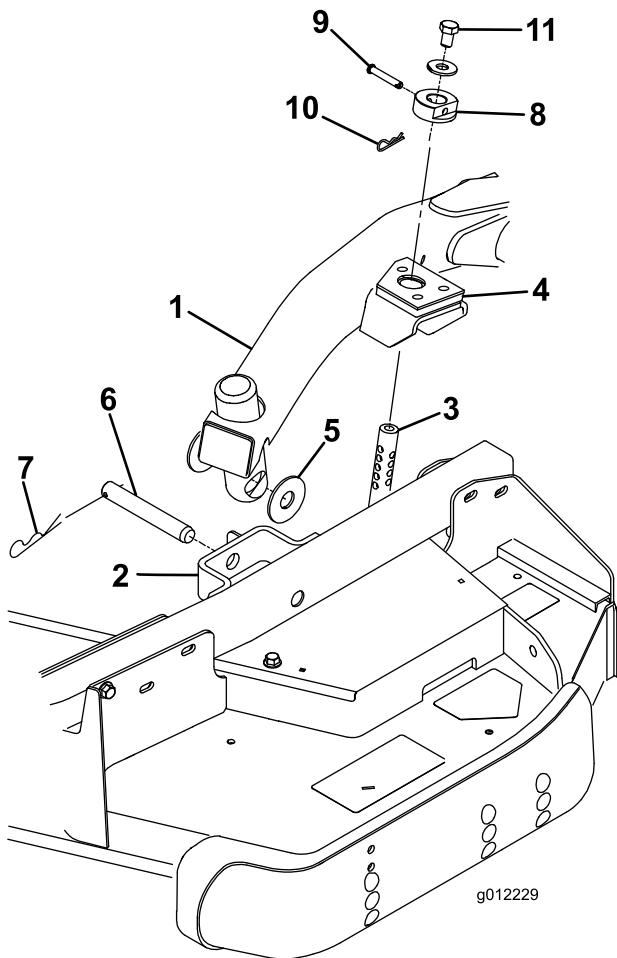

Figura 23
4. Desloque a alavanca de elevação para a posição SUSPENSA. Empurre um braço de elevação para baixo até que os furos no braço fiquem alinhados com os furos do suporte do braço da roda giratória e possa inserir a haste de altura de corte nas pastilhas do braço de elevação (Figura 23).
5. Prenda o braço de elevação no braço da roda giratória com duas anilhas de encosto, um passador de forquilha e um perno de gancho. Posicione as anilhas de encosto entre o braço de elevação e o suporte do braço de elevação (Figura 23). Insira a extremidade do perno de gancho na ranhura da patilha do braço da roda giratória para fixar o perno de gancho.
- Instale os anéis da altura de corte nas barras da altura de corte e prenda os passadores de forquilha e pernos de gancho (Figura 23). Coloque a cabeça do passador de forquilha na direção da parte da frente da plataforma.
- Instale um parafuso (1/2 pol. x 3/4 pol.) e uma anilha na parte superior de cada vareta da altura de corte (Figura 23).